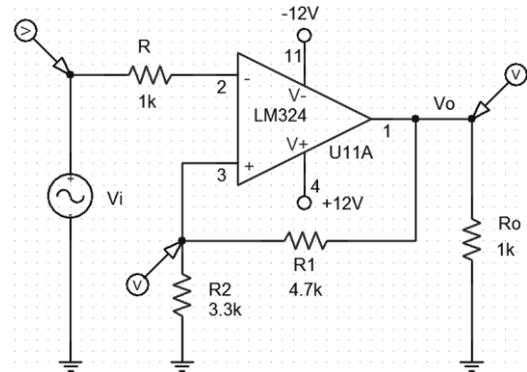
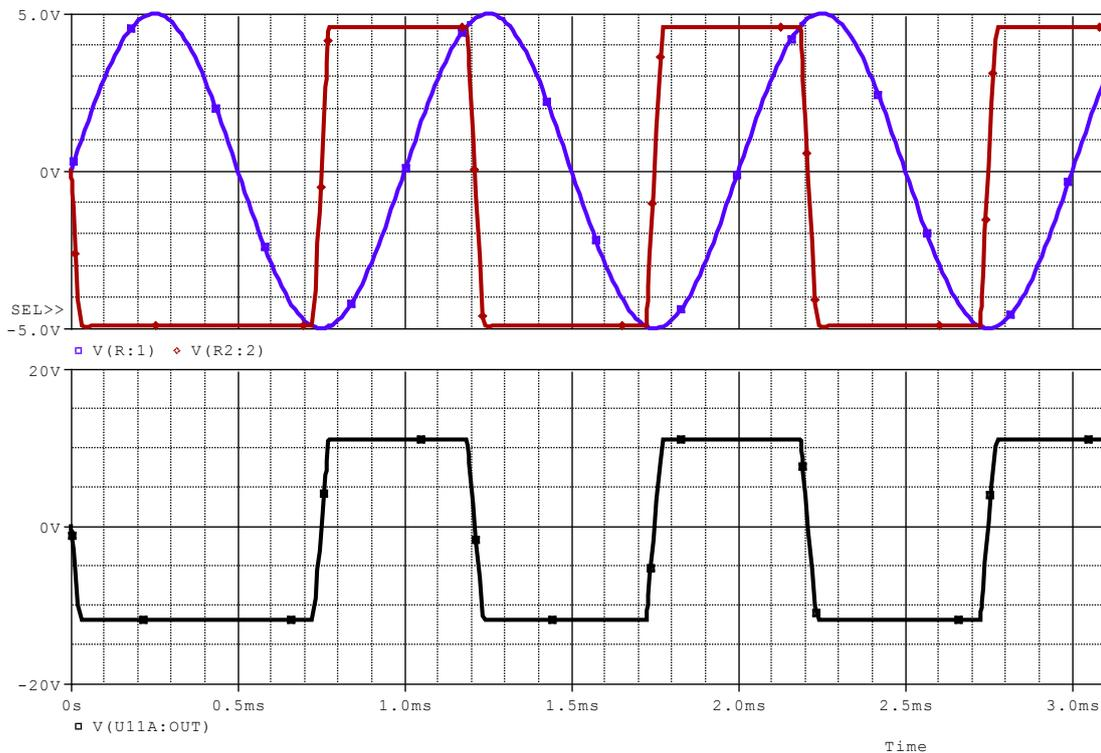

Figura 1 – Esquema de um AOP comparador regenerativo (configuração inversora).
Figura 2 – Curvas de simulação para o circuito da Figura 1. Arquivo: LEP_10_q2.sch
Questão 1 – Seja o comparador regenerativo (*Schmitt Trigger*, ou ainda, disparador Schmitt) da Figura 1, onde o sinal de entrada é uma senóide de 5 V de pico (1 kHz).
Questão 2 – Ainda para o circuito da Figura 1, pede-se:
- Identificar no oscilograma da Figura 2 (simulação do circuito da Figura 1 no PSpice®, versão Student 9.1) os sinais V_i , V_o e V_{ref} .